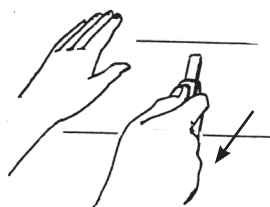

Figura 75.
- Deslice la herramienta abridora por detrás del fondo del panel que está encima del que se va a sustituir y desengánchelo de la traba del panel dañado (Figura 75).